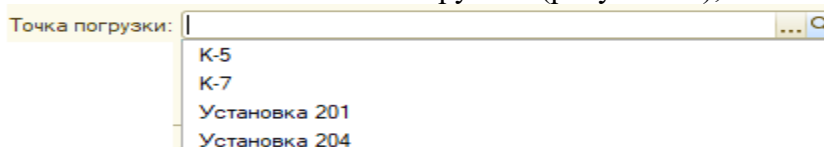

Рисунок 27
3.3.6 заполнить поле «Точка погрузки» (рисунок 27);